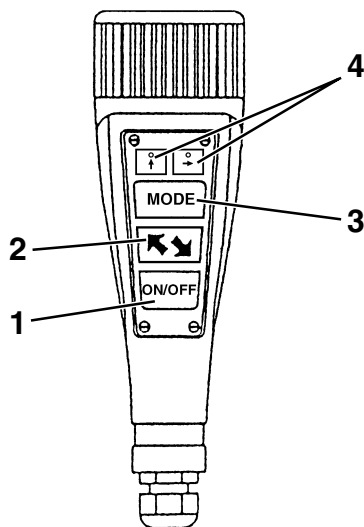

Fig. 1
sur 1 et en appuyant sur la touche (**1 Fig. 1**): la lampe s'allume, la centrale hydraulique se met en marche et deux plateaux font une première course.
- Encender el detector de holguras, colocando el interruptor general en Pos. 1 y presionando el pulsador (**1 Fig. 1**): se
Vedi Fig.1
See Fig.1
2.3 Einsatz der Gelenkspielsteuerung für die Beleuchtung Siehe Abb. 1
Voir Fig. 1
2.3 Uso del mando detector de holguras para iluminación Ver Fig.1